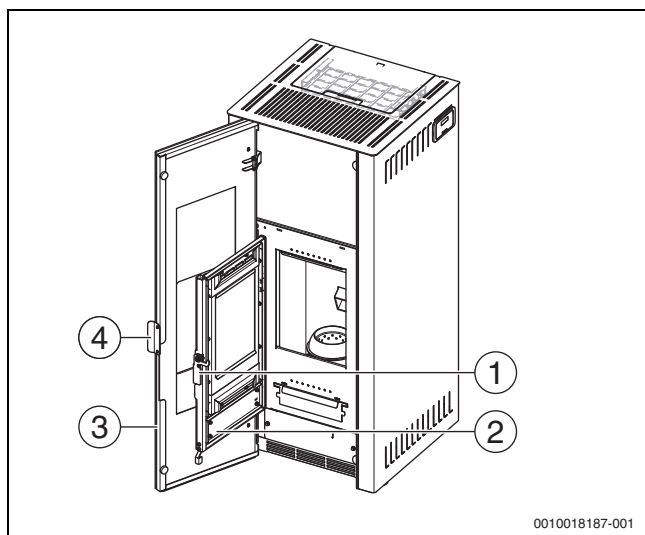

Bild 6 Übersicht Türen
- Am Türgriff (→ Bild 6, [4]) ziehen.
- Griff der Feuerraumtür (→ Bild 6, [1]) nach oben ziehen.